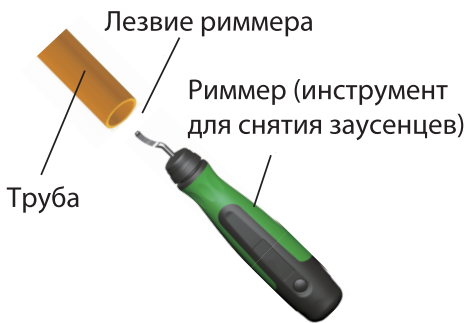

Рис. 2
2. Удалите медные заусенцы с помощью рыммера (рис.2). Вставьте лезвие рыммера внутрь трубы и совершите 2-3 оборота для удаления заусенцев.